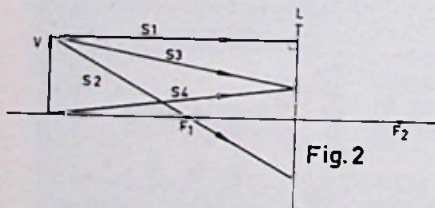

Fig.2
- ② Voor de dubbelbolle lens L met brandpunten F_1 en F_2 (zie fig. 2) staat het voorwerp V. S_1 , S_2 , S_3 en S_4